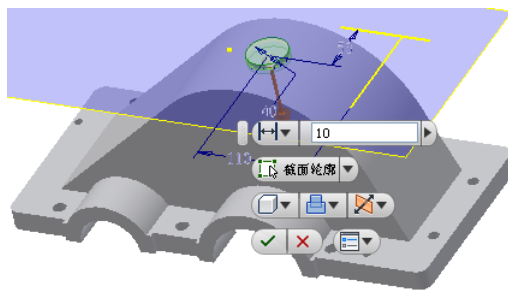

图 9-87 拉伸示意图
③单击【草图】标签上的【完成草图】工具按钮，退出草图环境，单击【三维模型】标签栏【创建】面板上的【拉伸】工具按钮，打开【拉伸】对话框，选择图 9-87 所示的图形作为拉伸截面，将布尔方式设置为【求并】，终止方式设置为【对称】，拉伸深度为 10mm，其他设置如图 9-87 中的【拉伸】对话框所示。